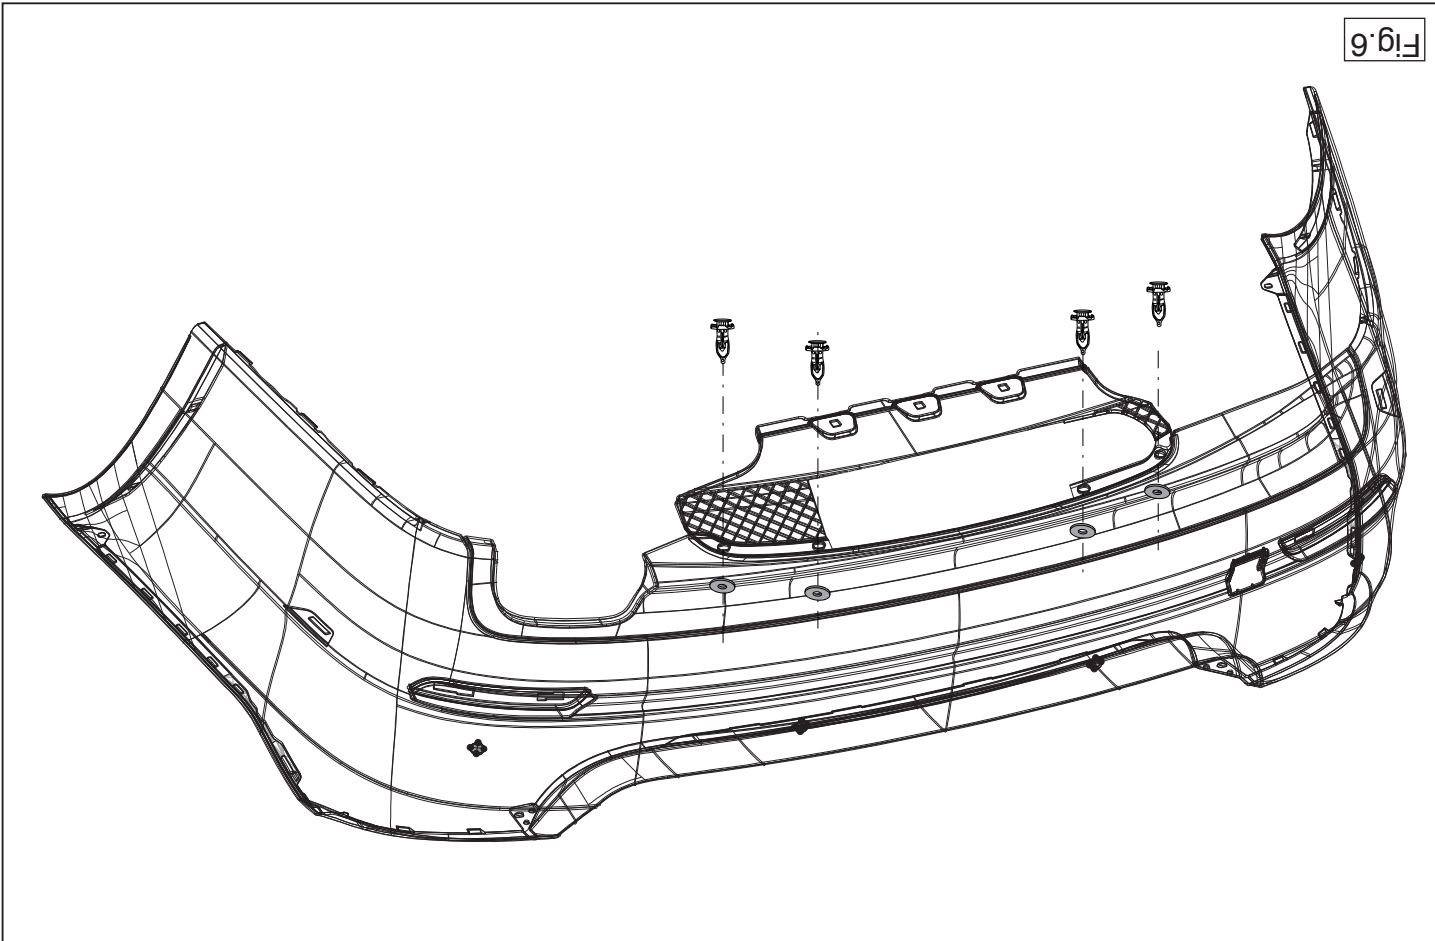

Fig.6
12. Fit the plastic cover plate in the centre on the underside. See figure 6.
12. An der Unterseite in der Mitte die Abdeckplatte aus Kunststoff montieren. Siehe Abbildung 6.
12. Monter la plaque de recouvrement en plastique au milieu de la partie inférieure. Voir la figure 6.